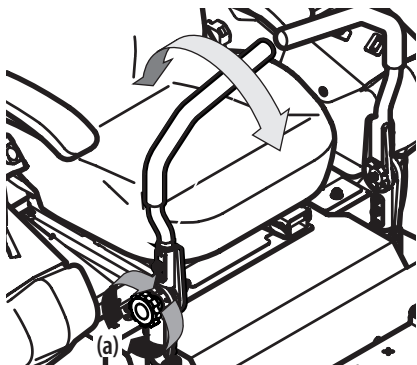

Figure 2-6
1. Desserrez le bouton de réglage (a) situé sur le côté de chaque barre de conduite. Voir Figure 2-6.